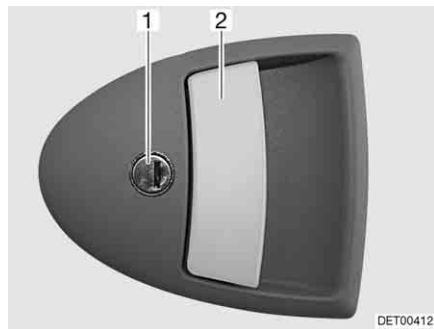

Fig. 57 Serratura della porta di ingresso, lato esterno
- Inserire la chiave nel cilindro della serratura (Fig. 57,1) e ruotare fino a quando la serratura della porta si sblocca.
- Tirare la maniglia della porta (Fig. 57,2). La porta è aperta.
- Inserire la chiave nel cilindro della serratura (Fig. 57,1) e ruotare fino a quando la serratura della porta si blocca.